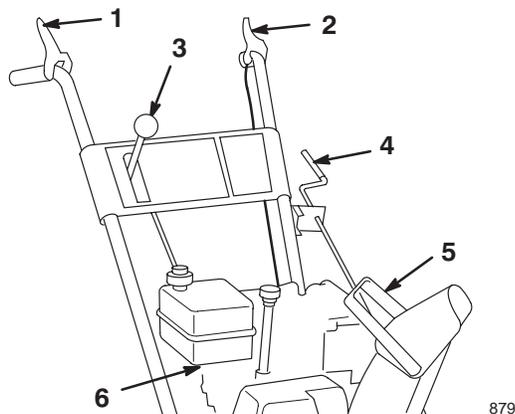

Bild 13
- **Betätigungshebel für Schnecken-/Gebläseradantrieb** (Bild 13) – Drücken Sie, um Schnecke und Gebläserad zu aktivieren, den Hebel gegen den rechten Handgriff. Lassen Sie den Hebel zum Deaktivieren los.
- **Antriebshebel** (Bild 13) – Drücken Sie zur Betätigung des Antriebs (Radantrieb) den Hebel gegen den linken Griff. Lassen Sie den Hebel zum Auskuppeln los.
- **Schalthebel** (Bild 13) – Dieser Hebel hat vier Stellungen: ein Rückwärts- und drei Vorwärtsgänge. Stellen Sie, um die Gänge zu wechseln, den Hebel in die gewünschte Position. Der Hebel rastet in jedem Gang in einer Kerbe ein.
- **Steuerung zum Verstellen der Position des Auswurfkanals** (Bild 13) – Drehen Sie die Steuerung im Uhrzeigersinn, um den Auswurfkanal nach links zu bewegen und entgegen dem Uhrzeigersinn, um den Kanal nach rechts zu drehen.
- **Griff für Auswurfkanal-Ablenkblech** (Bild 13) – Bewegen Sie den Griff nach vorne, um den Schneestrom nach unten zu richten und nach hinten, um den Strom nach oben zu richten.
- **Kraftstoffhahn** (Bild 13) – Schließen Sie den Hahn, indem Sie ihn im Uhrzeigersinn drehen. Öffnen Sie den Kraftstoffhahn durch Drehen nach links. Schließen Sie den Hahn, wenn die Schneefräse außer Betrieb genommen wird.
3. Lösen Sie den Betätigungshebel für Schnecke/Gebälserad und den Fahrtriebshebel (Bild 13).
11. Legen Sie den 1. Gang ein (Bild 13), drücken den Fahrtriebshebel bis zum Handgriff und lassen ihn dann los. Wenn sich die Schneefräse vor dem Einschalten des Fahrtriebshebels oder nach dem Loslassen bewegt, siehe Einstellen des Fahrtriebs, Seite 24.
3. Lösen Sie den Betätigungshebel für Schnecke/Gebläserad und den Fahrtriebshebel (Bild 13).